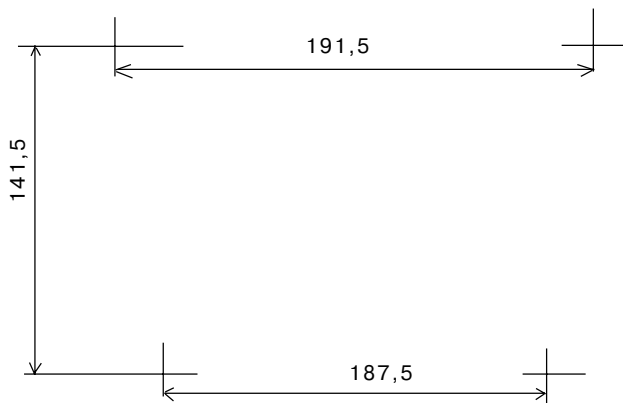

Рис. 5. Схема разметки для установки БЦ-А
- разметьте отверстия для монтажных винтов на стене согласно схеме, приведенной на рис. 5.